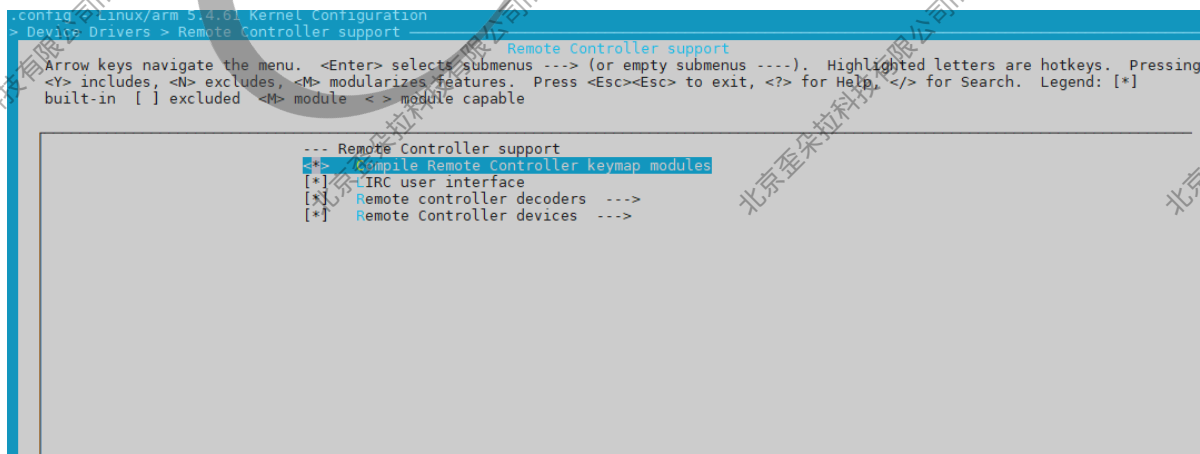

图 4-1: Linux-5.4 RC 配置图
1. 在 root 路径下执行 `make kernel_menuconfig`，进入 Device Drivers，然后按 PC 键盘的 R 键，可以快速定位到 “Remote Controller support” 选项中，然后进入该选项，选上图 4-1 中的选项。